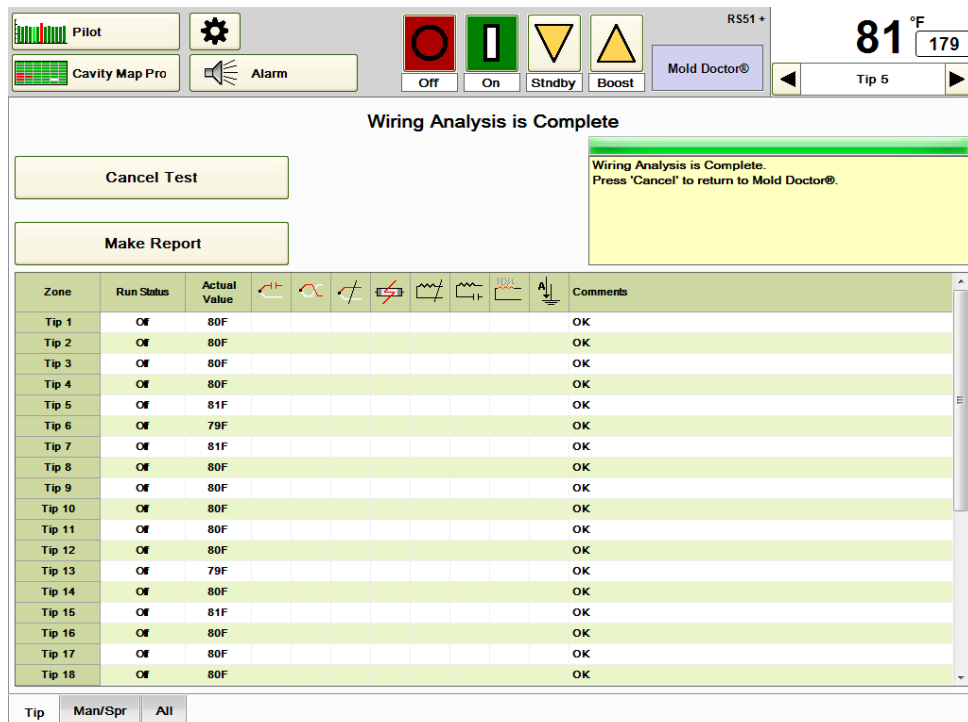

Abbildung 18d Verdrahtungsanalyse läuft
- 3) Das Testergebnis erscheint auf dem in Abbildung 18d gezeigten Bildschirm. Eine Fortschrittsanzeige erscheint im gelben Feld rechts.
- 4) Der Bericht kann durch Drücken der in Abbildung 18d gezeigten Taste **Bericht erstellen** und Auswahl des USB-Laufwerks oder des Verzeichnisses D:\G24\Reports gespeichert werden.